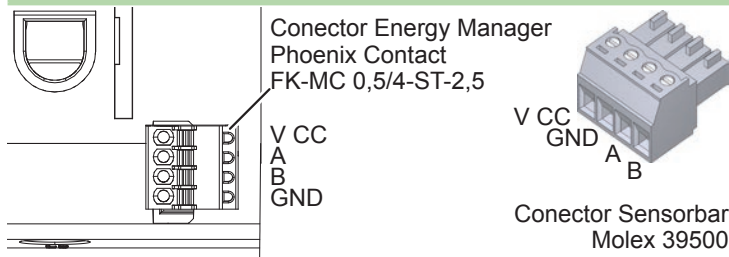

Fig. 4: Cableado de los Sensorbars con el Energy Manager
- ▶ Conecte los conectores de los Sensorbars y del Energy Manager con el cable estándar 2466C. Fig. 4 muestra la asignación de conductores.